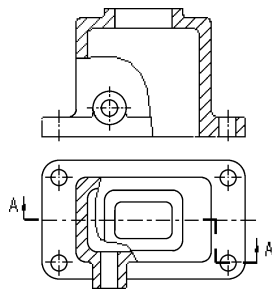

图 10-167 添加中心线
(25) 按照【例 10-4】的方法显示各个视图的中心线, 并修改其长度, 使其出头 2mm 左右, 图形如图 10-167 所示。
(26) 保存文件, 关闭窗口, 拭除不显示。